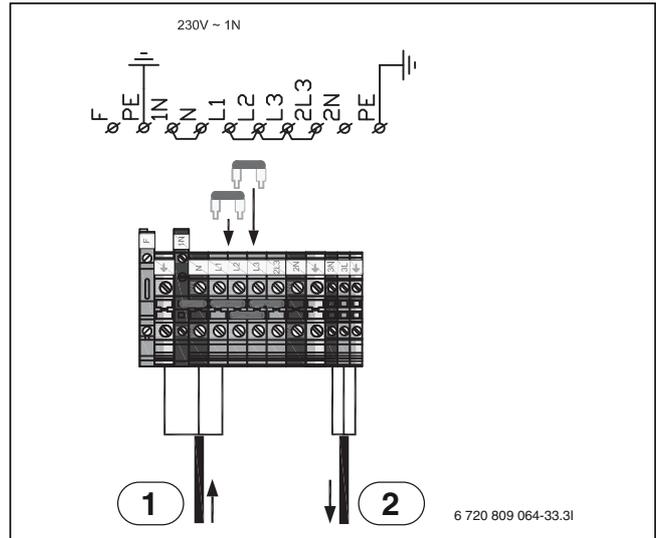

Bild 43 Elektrischer Alternativanschluss für integrierten elektrischen Zuheizer, ~ 1N
- Brücken zwischen L1-L2 und L2-L3 stecken (siehe Abb. 43).